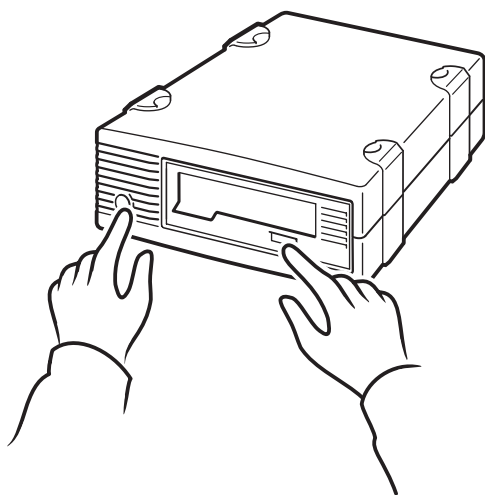
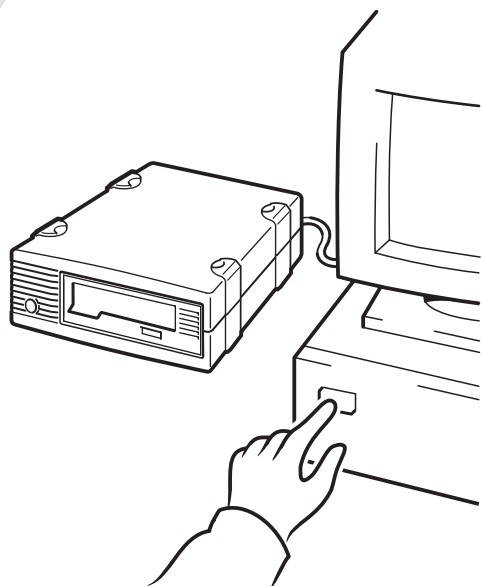

図 10b: HP OBDR の使用方法、
図 10c: HP OBDR の使用方法、
- 2 テープ・ドライブのイジェクト・ボタンを押し、イジェクト・ボタンを押さえたままでドライブに電源を入れます (図 10b を参照) そしてサーバのスイッチを入れます (図 10c 参照)。これで、HP OBDR プロセスがアクティブになります。OBDR シーケンスでフロント・パネルにある実行可能 LED が点滅したらすぐにボタンを離します。これは、点滅と点灯を繰り返すパターンです。